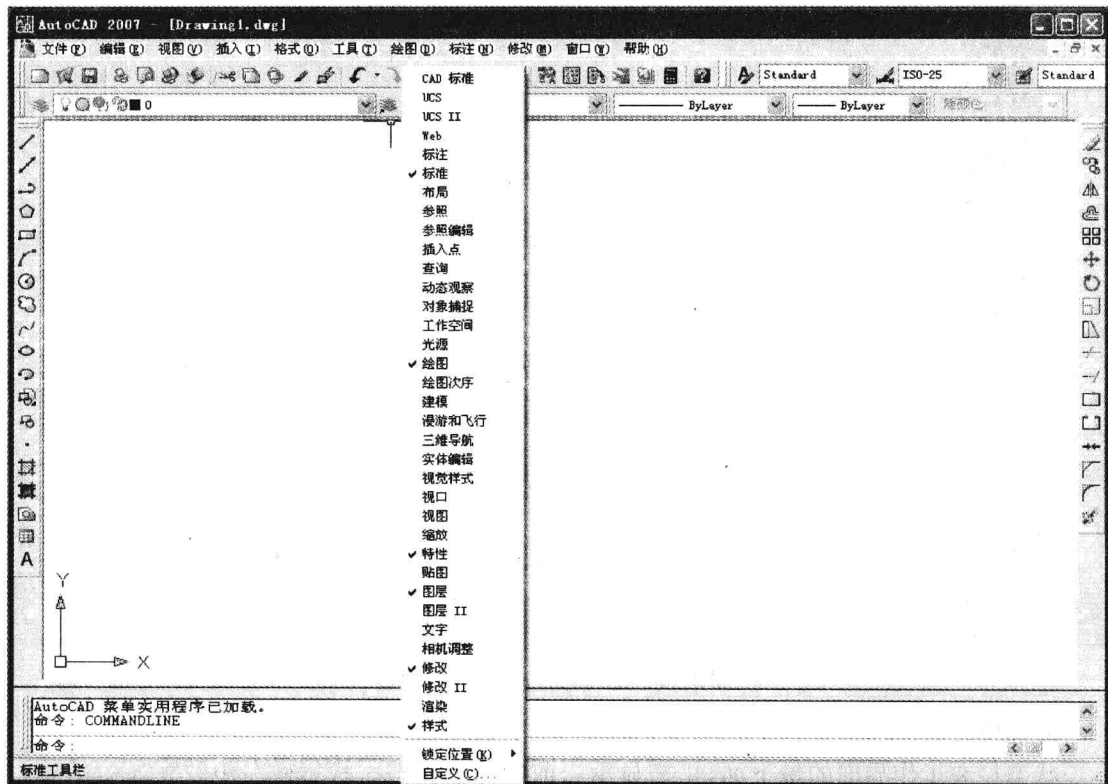

图 1-6 工具栏快捷菜单
(1) 将光标指向任意工具栏单击鼠标右键,弹出如图 1-6 所示的右键菜单,该右键菜单列出了 AutoCAD2007 中所有的工具栏名称,工具栏名称前面有“✓”符号,表示已经打开。单击工具栏名称就可以打开或关闭相应的工具栏。